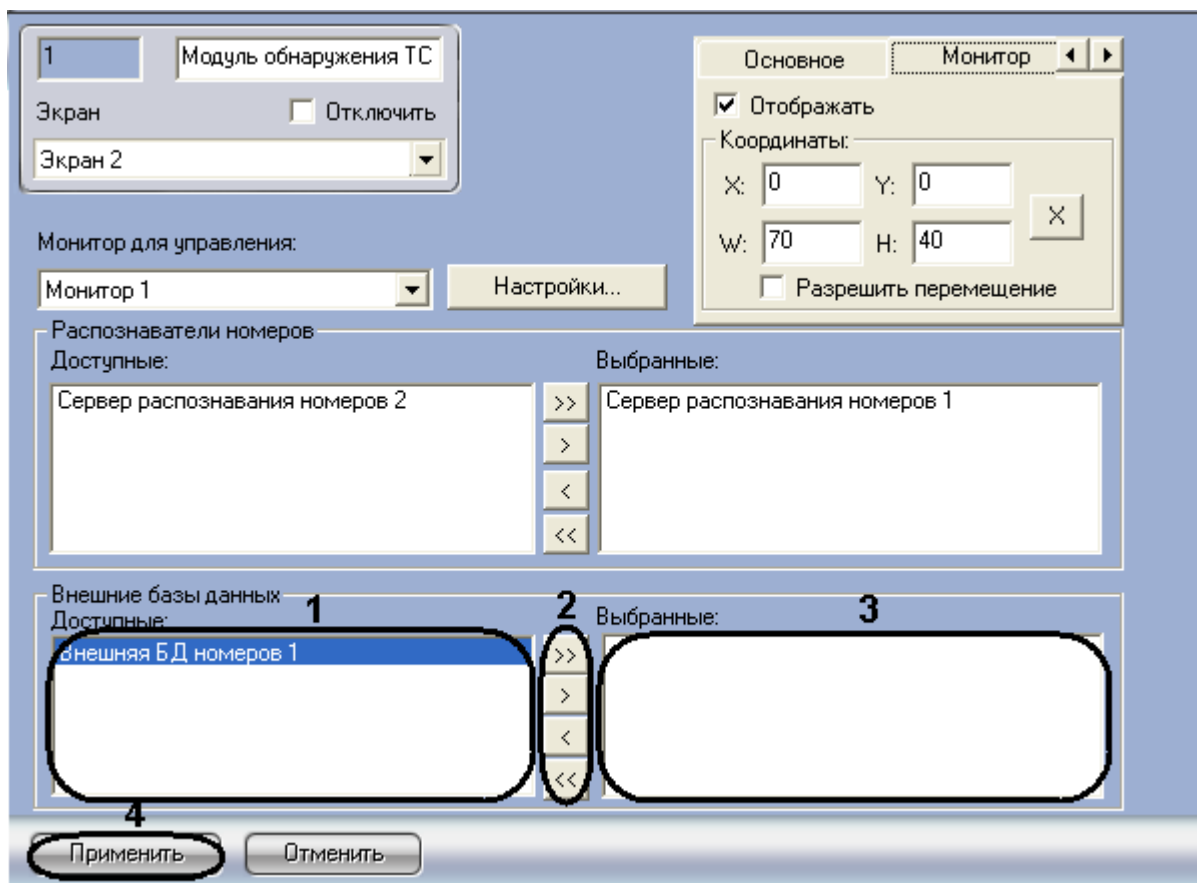

Рис. 7.9—7. Выбор внешних баз данных номеров
1. Перейти на панель настройки объекта «Модуль обнаружения ТС» (Рис. 7.9—7).
2. Выбрать требуемые внешние базы данных номеров из списка «Доступные» группы «Внешние базы данных» (см. Рис. 7.9—7, 1).
3. Переместить выбранные внешние базы данных номеров в список «Выбранные» группы «Внешние базы данных», нажав кнопку «>» (или кнопку «>>» для перемещения всех внешних баз данных номеров из списка) (см. Рис. 7.9—7, 2-3).